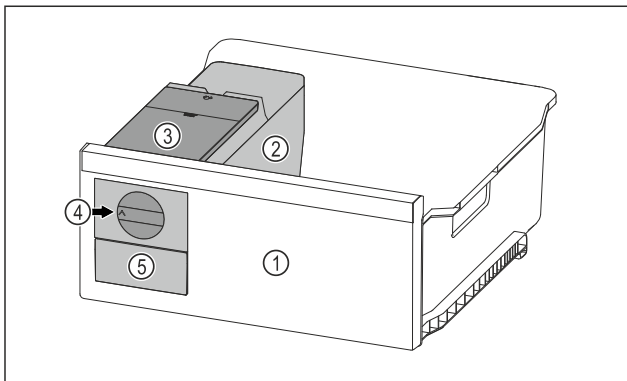

Fig. 70 Beispielhafte Darstellung
- ▶ Drehknopf *Fig. 70 (4)* im Uhrzeigersinn bis zum Anschlag drehen.
- ▶ Eiswürfel fallen aus der Eiswürfelschale in das Eiswürfelschubfach *Fig. 70 (5)*.